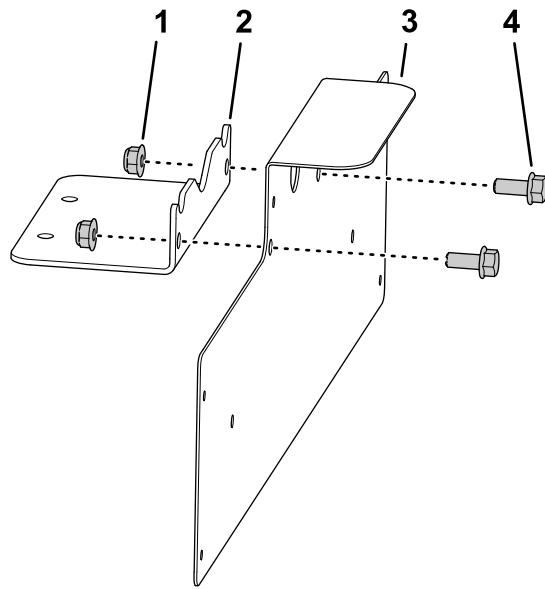

Figura 52
1. Instale el soporte de la placa de matrícula al soporte de sujeción con los 2 pernos con arandela prensada (5/16" x 3/4") y 2 contratuercas con arandela prensada (5/16"), tal y como se muestra en la Figura 52.